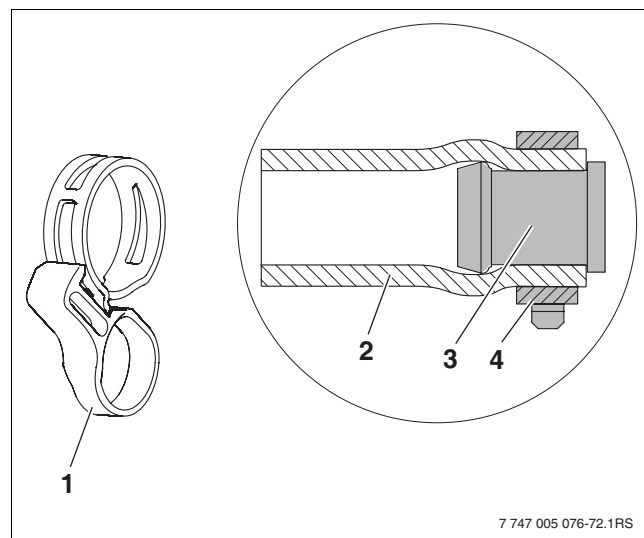

Fig. 41 Bride du compensateur avec anneau de sécurité et bouchon borgne prémonteré
- ▶ La position correcte de la bride du compensateur (→ fig. 41, [4]) doit être impérativement garantie avant de retirer l'anneau de sécurité (→ fig. 41, [1]). Le détacher ultérieurement avec des pinces risque d'entraver la capacité de serrage.
- La position correcte de la bride du compensateur (→ fig. 41, [4]) doit être impérativement garantie avant de retirer l'anneau de sécurité (→ fig. 41, [1]). Le détacher ultérieurement avec des pinces risque d'entraver la capacité de serrage.
- Insérer le bouchon borgne (→ fig. 41, [3]) sur le tuyau solaire de 55 mm [2] jusqu'à la butée.
- Mettre la bride du compensateur (→ fig. 41, [4]) en position et serrer l'anneau de sécurité [1] pour fixer le bouchon.